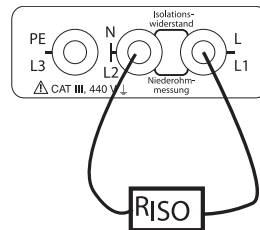

Bild 5.2.3: Anschluss Isolationsprüfung
► Verbinden Sie nun die beiden Messleitungen mit dem Prüfbjekt, Anschluss siehe Bild 5.2.3.